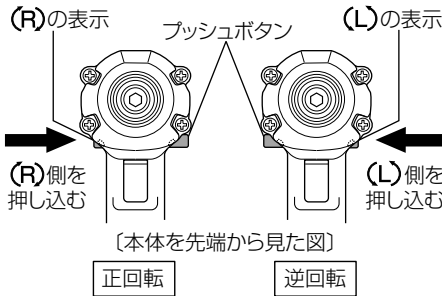

図 14 - (イ) 図 14 - (ロ)
- 図 14 - (イ) のようにプッシュボタンの (R) 側を押すと先端工具はハンドル側から見て右に回り (正回転)、図 14 - (ロ) のように (L) 側を押すと左に回ります (逆回転)。((R) (L) はハウジングに表示してあります。)